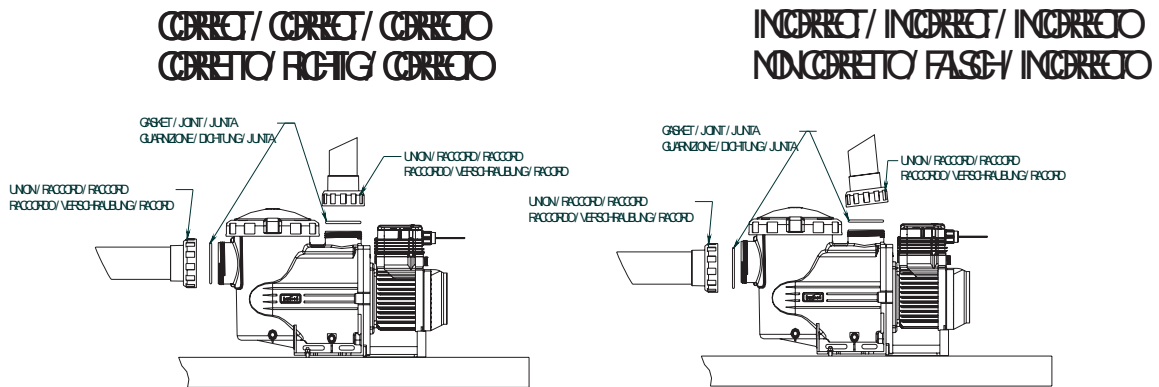

Fig. 3
- Para asegurar que la bomba funcione correctamente, ceba el prefiltro de la bomba hasta que el agua suba por la tubería de succión (Fig. 3).